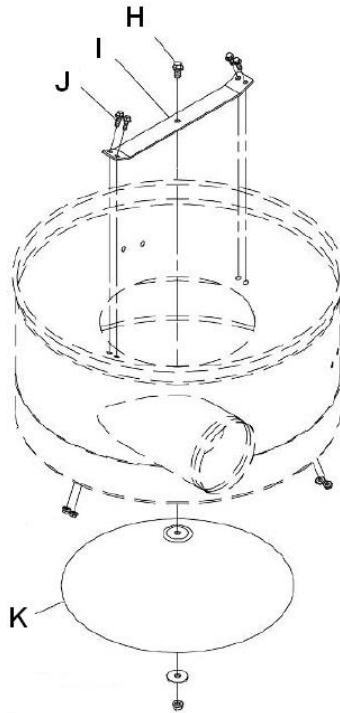

Fig 6
Montieren Sie die Kegelhalterung (I, Fig 6) am Gehäuse mit 4 Sechskantschrauben (J) und Muttern.